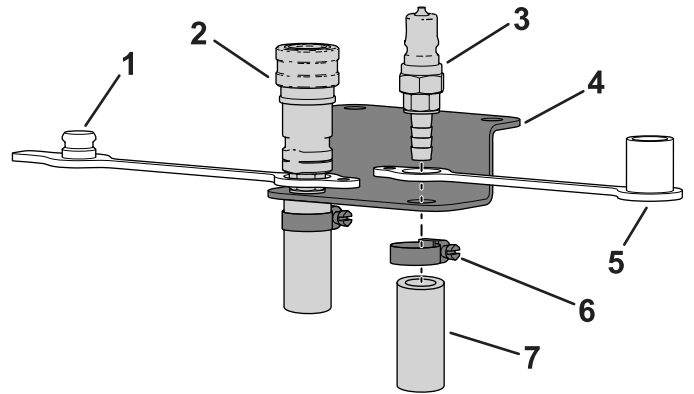

Bild 15
3. Setzen Sie den Staubstöpsel um das gezahnte Ende der Buchsenkupplung und setzen ihn in das linke Loch der Schlauchhalterung ein (Bild 15).
4. Setzen Sie den Staubdeckel um das gezahnte Ende der Steckerkupplung und setzen ihn in das rechte Loch der Schlauchhalterung ein (Bild 15).
5. Schieben Sie die Schlauchklemme auf jeden Schlauch (Bild 15).
6. Stecken Sie den Zulaufschlauch in das gezahnte Ende der Buchsenkupplung und befestigen Sie ihn mit der Schlauchklemme an der Schlauchbefestigung (Bild 15).
7. Stecken Sie den Rücklaufschlauch in das gezahnte Ende der Steckerkupplung und befestigen Sie ihn mit der Schlauchklemme an der Schlauchbefestigung (Bild 15).